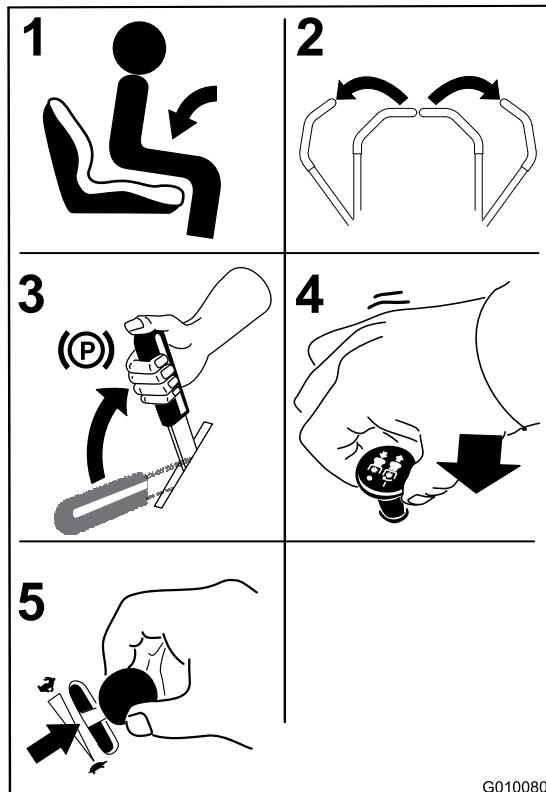

Figure 16
1. Prenez place sur le siège (Figure 16).
2. Écartez les commandes de déplacement vers l'extérieur en position de verrouillage au point mort (Figure 16).
3. Serrez le frein de stationnement (Figure 16) (voir Serrage du frein de stationnement).
4. Placez la commande des lames (PDF) en position désengagée (Figure 16).